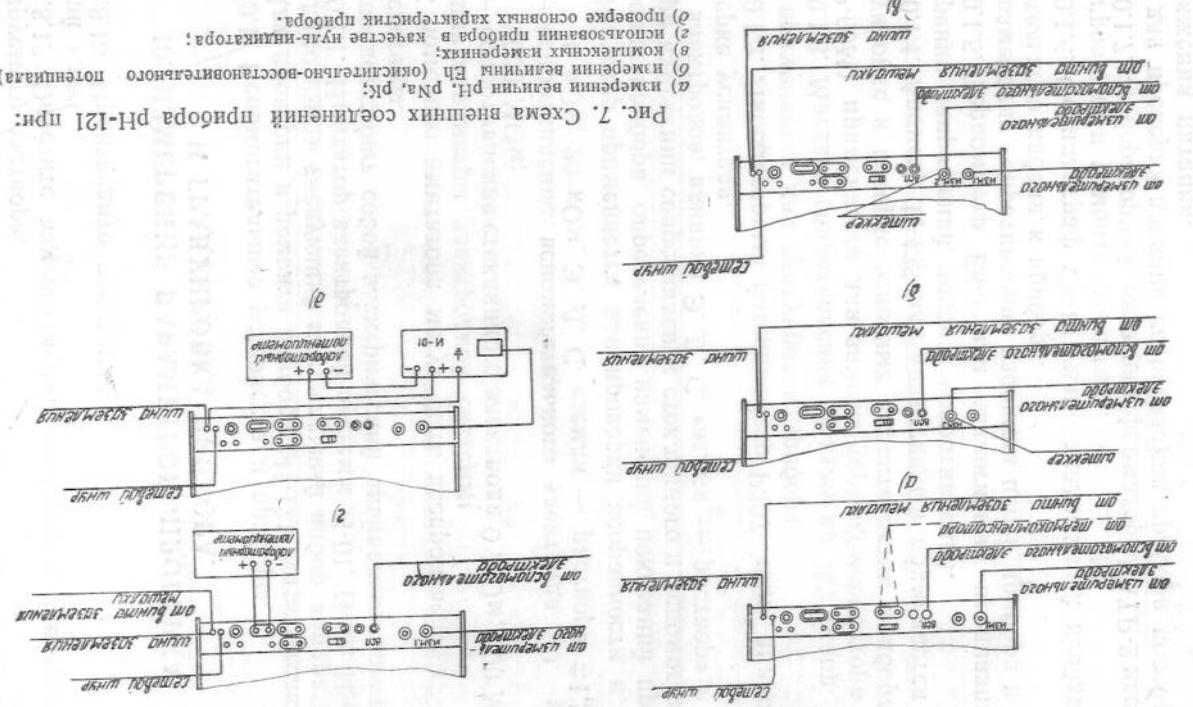

Рис. 7. Схема блемных соединений погоды pH-121 при-
- f) 10.3.1. Включить прибор в соответствии со схемой рис. 7 д. Установить напряжение питания  $220V \pm 2$  проц. Снять планку, закрывающую подстроечные резисторы.
Схема соединений для проверки основных характеристик прибора приведена на рис. 7.